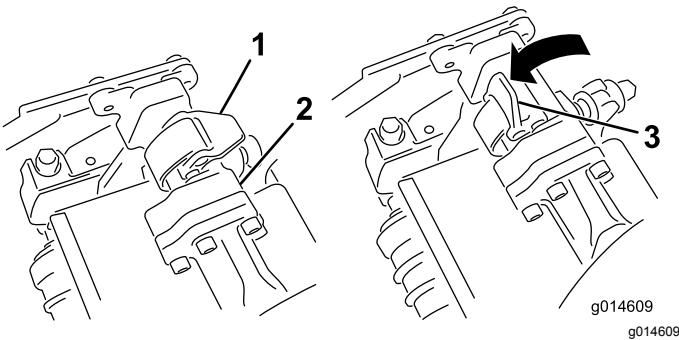

Bild 53
- Die Riegel an der Aufhängearmstange müssen nach oben zeigen (d. h. offen) (Bild 53); drücken Sie den Aufhängearm dann so nach unten, dass die Stange über die Stange an der Oberseite der Schneideinheit passt (Bild 54).
5. Drücken Sie die Riegel nach unten um die Schneideeinheitstange herum und arretieren sie (Bild 53).
5. Öffnen Sie die Riegel an der Aufhängearmstange der Schneideeinheit, die Sie entfernen möchten (Bild 53).